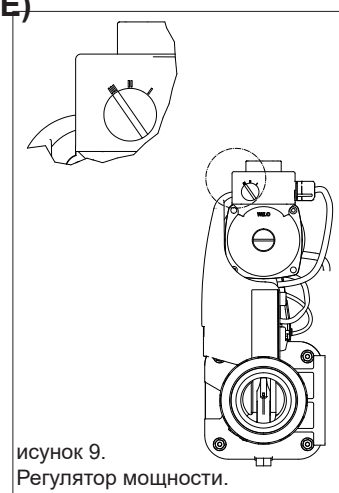

рисунок 9.
3. Установите максимальное значение мощности на циркуляционном насосе теплообменника Aqua-Mex FE (повернув ручку управления в положение III), см. Рисунок 9.
5. Включите теплообменник кнопкой «вкл./выкл.» (C).
Для достижения максимальной мощности циркуляционный насос устанавливается на максимальный уровень мощности. См. Рисунок 9.